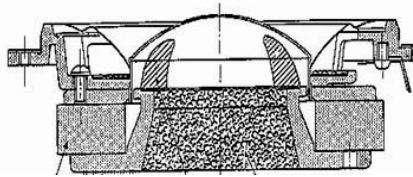

図 1. バランスドライブスピーカー
① 投入した技術、期待したい効果
- ・ バランスドライブ (ドライブ点を振動系の中心点にして安定な振動を) (図 1)